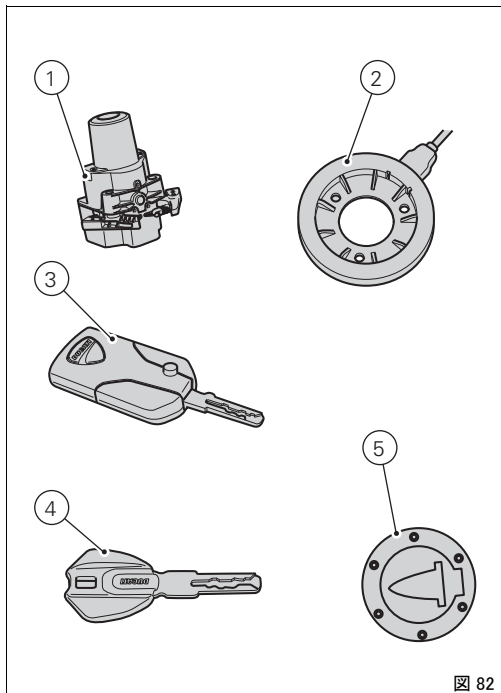
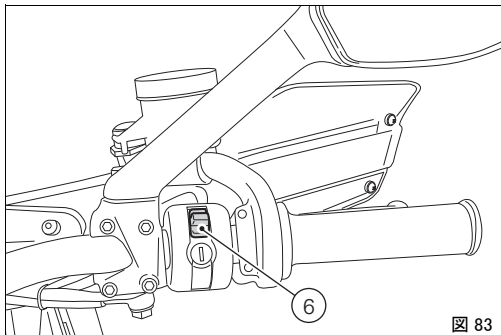
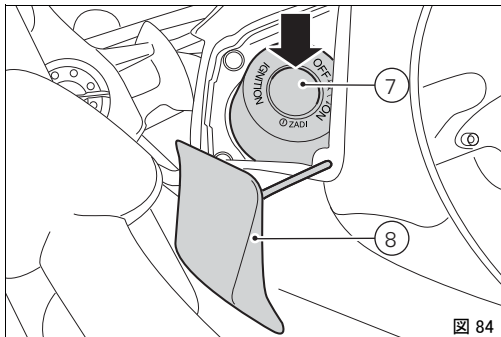

図 82
図 83
図 84
Hands free ブロック (1、図 82) は 燃料タンクの前方部に位置し、作業するには小さな枠 (8、図 84) を外さなければなりません。
USA パージョンには、小さな枠 (8、図 84) は付属していません。
key on はハンドルの右スイッチボタン (6) 上か Hands free ブロック (1、図 82) 上の緊急ボタン (7) で行ないます。
key off はハンドルの右スイッチボタン (6、図 83) 上か Hands free ブロック (1、図 82) 上の緊急ボタン (7) で行ないます。
Key on は (3、図 82) か (4、図 82) のどちらか一つのキーもしくは暗証番号が可能です。
Key off は (3、図 82) か (4、図 82) のキーがなくても可能です。
アクティブキー (3、図 82) のバッテリーが切れると、パッシブキー同様の作動になります。(4、図 82)。インストールパネルはバッテリーの消耗状態を表示します。
key-on にはハンドルにある HANDS FREE 起動 / 停止の赤いキー (6) を使います。これにはアクティブキー (3、図 82) が 必要です。
アクティブキー (3、図 82) は、約 1.5 m 圏内で作動します。その圏内に置くようにしてください。
key-off にはハンドルにある HANDS FREE 起動 / 停止の赤いキー (6) を使います。キー (3、図 82) がなくとも、停止状態であれば key-off になります。
key-on には Hands free ブロック (1、図 82) 上のボタン (7) を使います。これにはアクティブキー (3、図 82) が必要です。
key-off には Hands free ブロック (1、図 82) 上のボタン (7) を使います。これはアクティブキー (3、図 82) がなくても可能です。
key-onにはハンドルにある HANDS FREE 起動 / 停止の赤いキー (6) を使います。これにはパッシブキー (4、図 82) が必要です。
パッシブキー (4、図 82) は、数 cm 圏内で作動しますので、キー (4、図 82) はアンテナ (2) のそばに置くようにしてください。
key-offにはハンドルにある HANDS FREE 起動 / 停止の赤いキー (6) を使います。キー (4、図 82) がなくとも、停止状態であれば key-off になります。
これにはパッシブキー (4、図 82) が必要です。
パッシブキー (4、図 82) は、数 cm 圏内で作動しますので、キー (4、図 82) はアンテナのそばに置くようにしてください。
key-off には Hands free ブロック (1、図 82) 上のボタン (7) を使います。これはパッシブキー (4、図 82) がなくても可能です。
key-on には hands free ブロック(1、図 82)上のボタン(7)を使います。これにはキー(3、図 82)と(4、図 82)は必要なく、ダッシュボードで暗証番号を入力します。